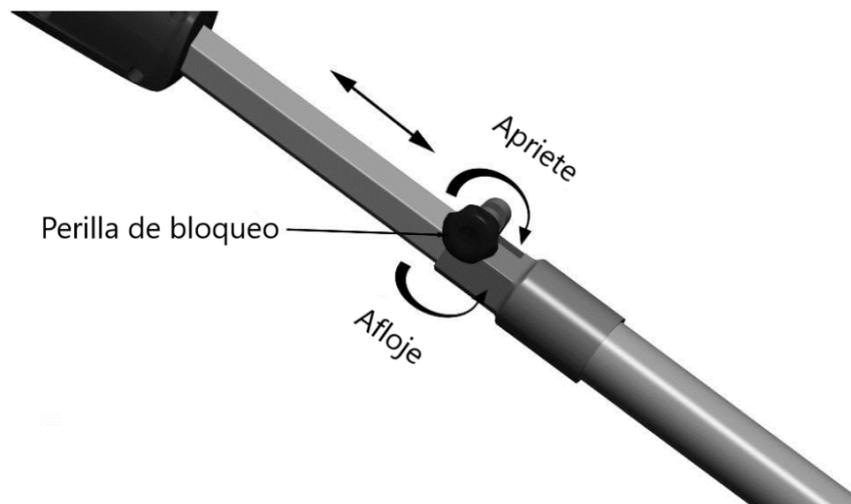

Figura 7
1. Para extender la pértiga, afloje el perno de bloqueo (véase la figura 7). La pértiga se deslizará libremente.
3. Para bloquear la pértiga en su posición, apriete el botón de bloqueo (véase la figura 7).